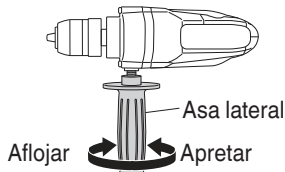

Fig. 5
9. Instalación del asa lateral (accesorio opcional) (Fig. 5)